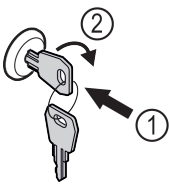

Fig. 87 Зображення для прикладу
- ▶ Вдавити ключ Fig. 87 (1).
- ▶ Повернути ключ на 90° за годинниковою стрілкою Fig. 87 (2).